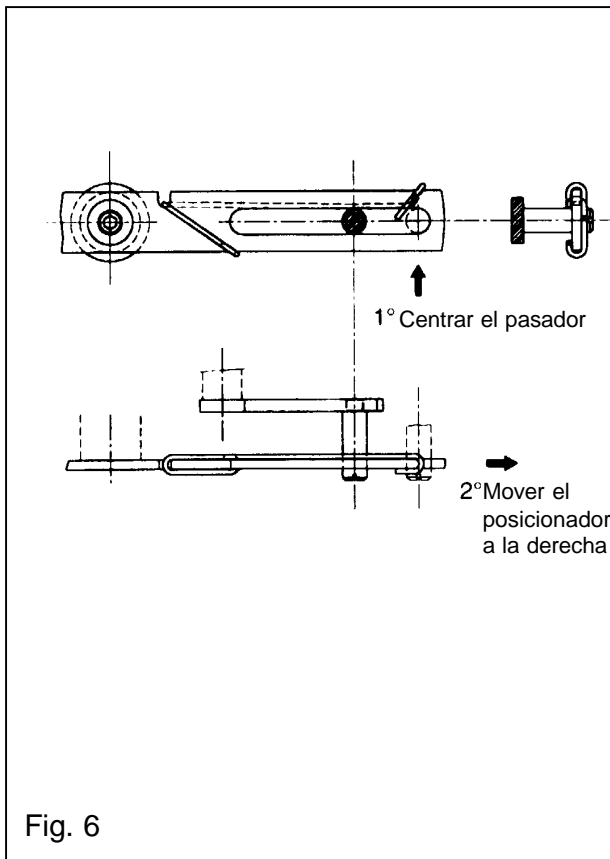

Fig. 6
- 4) Fije el posicionador a la horquilla de la válvula con la placa de montaje utilizando el agujero de la horquilla para el tornillo, o el tornillo en "U" (E) para actuadores con soportes. Durante esta operación, inserte el pasador deslizante (B) en la ranura del extremo de la palanca del posicionador y luego mueva el posicionador hacia la derecha como se indica en la fig. 6 hasta alcanzar la posición de fijación.